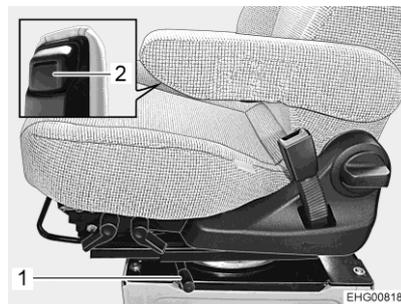

Fig. 20 Leva di sbloccaggio per rotazione
- Premere la leva di sbloccaggio (Fig. 20,1) indietro. L'arresto si sblocca.
- Spingere in avanti e mantenere spinta la parte inferiore del bracciolo (Fig. 20,2).